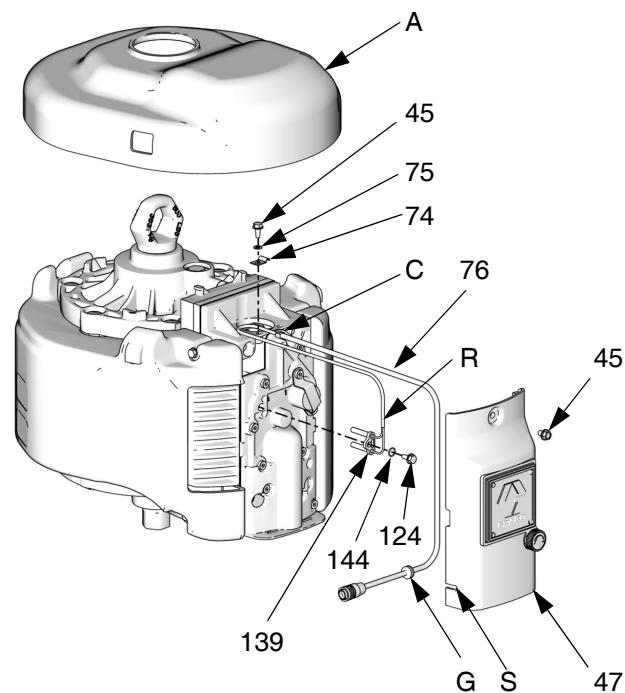

**ABB. 16. Austausch des Linearsensors**
4. Halten Sie den Adapter (33) mit einem Schraubenschlüssel so fest, dass er sich nicht drehen kann, und schrauben Sie den Transportring (21) ab. Siehe ABB. 16.